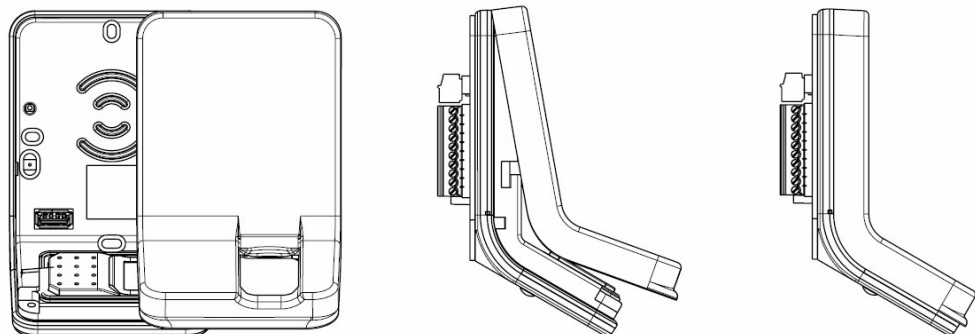

Figure 3.8: Mise en place de la face avant fumée
10. Placer la face avant fumée sur le corps du terminal, en mettant d'abord la partie supérieure, puis la partie inférieure (voir Figure 3.8).